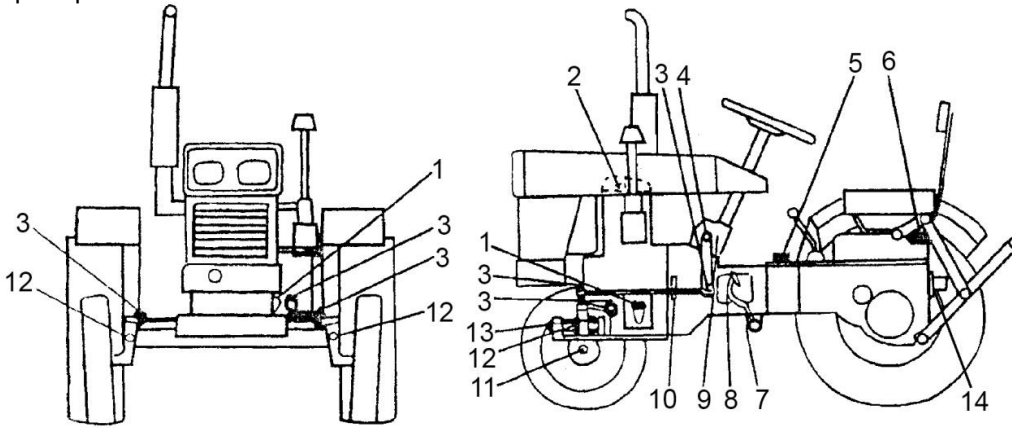

Рис. 18. Карта смазки трактора
- **Рисунок 18.** Карта смазки трактора: 1 - картер двигателя; 2 - коромысло; 3 - шаровой палец поворотной тяги; 4 - эксцентриковая втулка механизма рулевого управления; 5 - коробка передач; 6 - подъемник; 7 - втулка валика педали муфты сцепления; 8 - выжимный подшипник; 9 - механизм рулевого управления; 10 - передний подшипник муфты сцепления; 11 - подшипники передних колес; 12 - втулка качения.